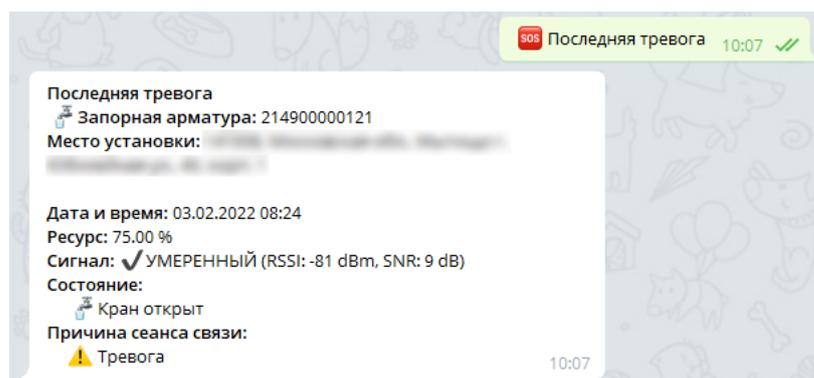

Рисунок 36 – Обращение к кнопке «Последняя тревога» и отображение данных о тревоге
–  – отображение сведений о последней тревоге и состоянии запорной арматуры (Рисунок 36). Устройство выходит на связь согласно заданному периоду выхода на связь. При возникновении нештатной ситуации, если у пользователя настроен и активирован пресет для устройства, уведомления отобразятся в Telegram-бот, поступит письмо на указанный адрес электронной почты и звонок с голосовым информатором.